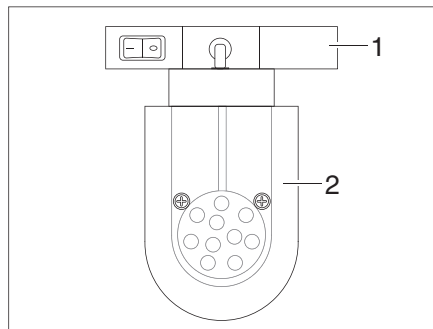

Fig. 105 Spot (exemple)
- Saisir le support (Fig. 105,1) et le tourner de 45°.
- Retirer le spot (Fig. 105,2) du système de rail.
- Placer le spot (Fig. 105,2) à la position désirée dans le système de rail et le tourner de 45°.